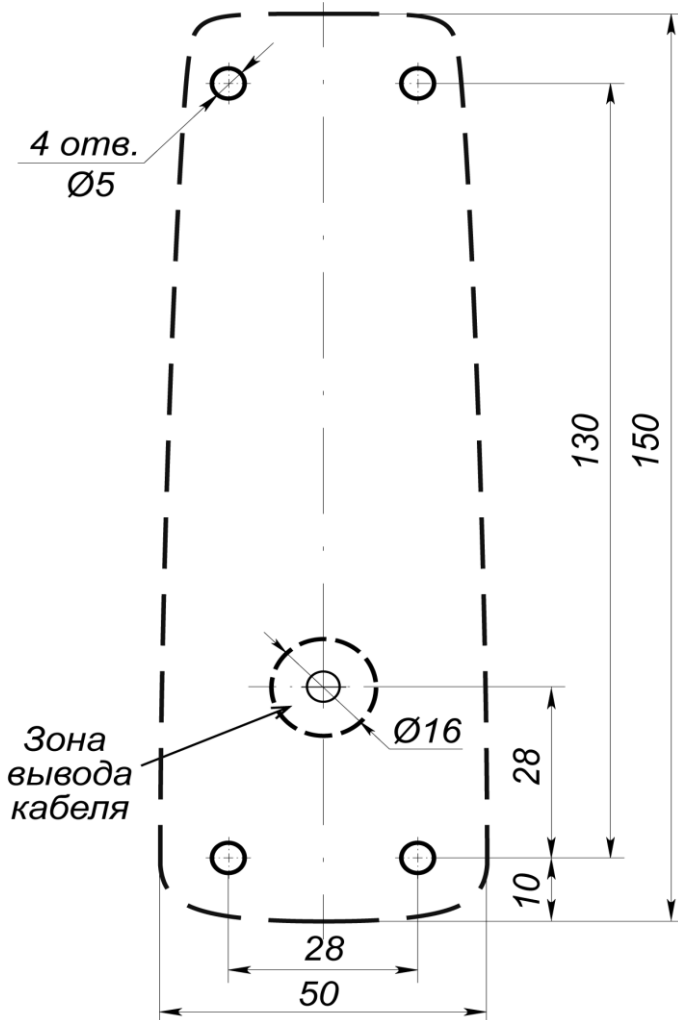

Рисунок 2. Разметка отверстий для установки контроллера (пунктиром показаны габариты корпуса контроллера)
2. Произведите разметку и разделку отверстий на установочной поверхности для крепления металлического основания и проводки кабеля от контроллера согласно схеме, представленной на рис. 2.